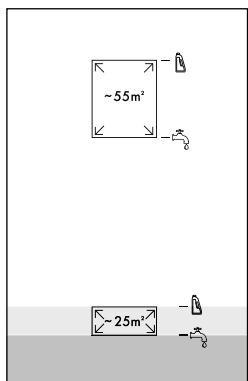

Fig. 8
- ♦ Hæld vand fra hanen eller destilleret vand i brugsvandsbeholderen ⑪ op til den første niveau-markering til mindre arealer (op til 25 m2) (se fig. 8).
- ♦ Hæld rengøringsmiddel i brugsvandsbeholderen ⑪ op til den anden niveau-markering til mindre arealer (op til 25 m2) (se fig. 8).